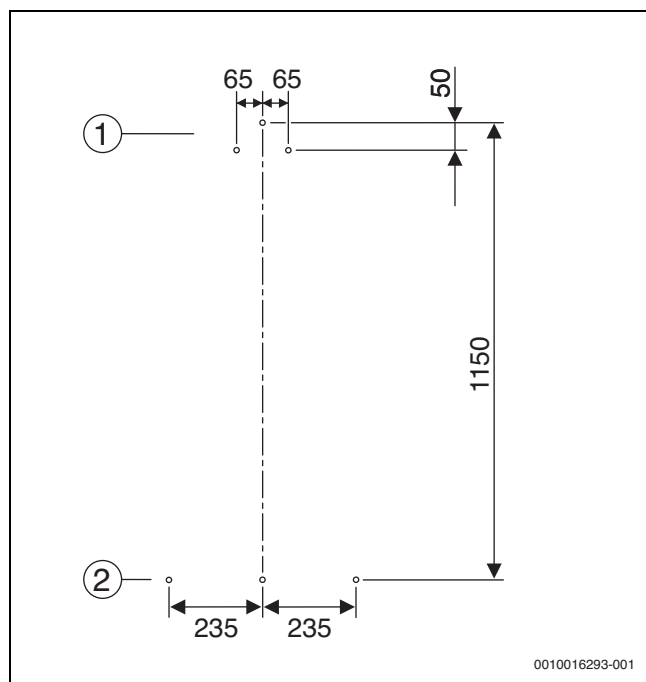

Fig. 24 Dimensioni dei fori
- Tracciare i fori sulla parete come da fig. 24.